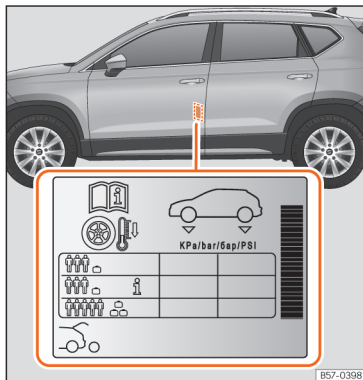

Abb. 215 Einbauort des Aufklebers für den Reifendruck.
- Passen Sie bei größerer Zuladung den Reifendruck entsprechend an »» (Abb. 215).
Die Angaben zum Reifendruck befinden sich auf dem Aufkleber an der Fahrertürsäule »» (Abb. 215).
Der Reifendruck muss der aktuellen Fahrzeugbelastung angepasst werden. Wenn das Fahrzeug voll beladen werden soll, muss der Reifendruck entsprechend dem auf dem Reifendruck-Aufkleber angegebenen maximalen Wert erhöht werden »» (Abb. 215).
Füllen Sie bei einem minimierten Notrad (125/70 R16 oder 125/70 R18) auf einen Druck von 4,2 bar, gemäß Angabe auf dem Aufkleber mit den Reifendruckwerten »» (Abb. 215).
Je nach Fahrzeug kann der Reifendruck auf halbe Last eingestellt werden, um den Fahrkomfort zu verbessern (Reifendruck »» (Abb. 215)). Beim Fahren mit Komfort-Reifendruck kann sich der Kraftstoffverbrauch leicht erhöhen.
- Der Fahrer ist verantwortlich für den richtigen Reifenfülldruck an allen Reifen am Fahrzeug. Der empfohlene Reifenfülldruck befindet sich auf einem Aufkleber >>> (Abb. 215).
- Immer den richtigen Reifenfülldruck am kalten Reifen einhalten, wie auf dem Aufkleber angegeben >>> (Abb. 215).